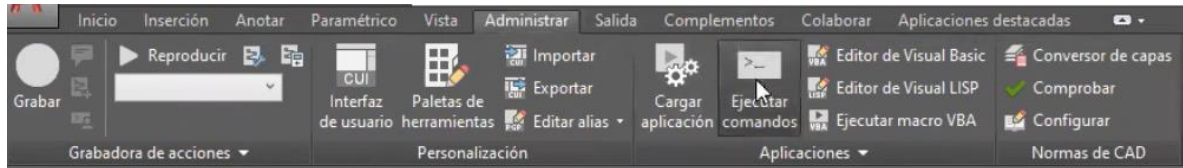

Figura 203. Menú.
40. Abrir un dibujo nuevo de AutoCAD y en menú Administrar, seleccionar la opción “Ejecutar comandos”. Buscar el archivo correspondiente a la práctica y abrirlo. Figura 203.